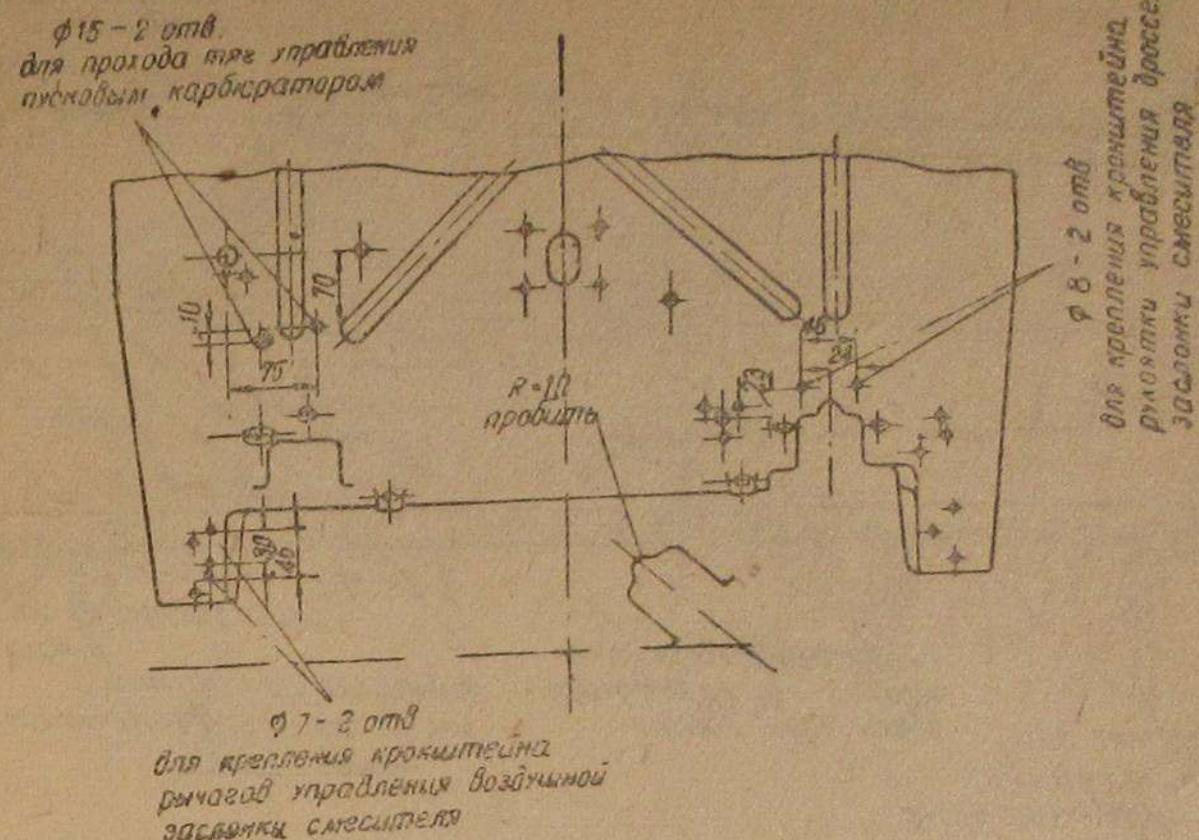

Рис. 9. Передний щиток кабины ГАЗ-АА с отверстиями.
5. В переднем щитке кабины (рис. 9):